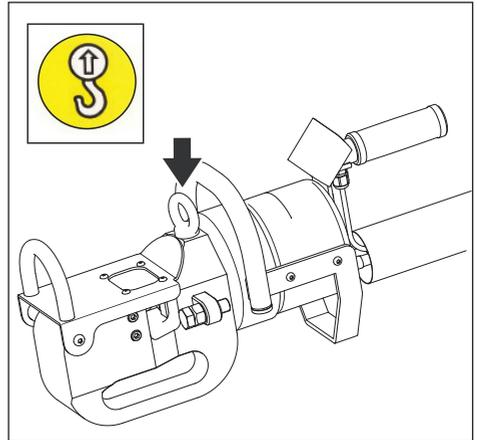

Figura 7, Ubicación del asa de elevación del cortabarras
- Si se necesita desplazar o transportar el cortabarras, utilice solo el cáncamo suministrado. Véase Figura 7. Utilice un equipo de elevación de suficiente capacidad.